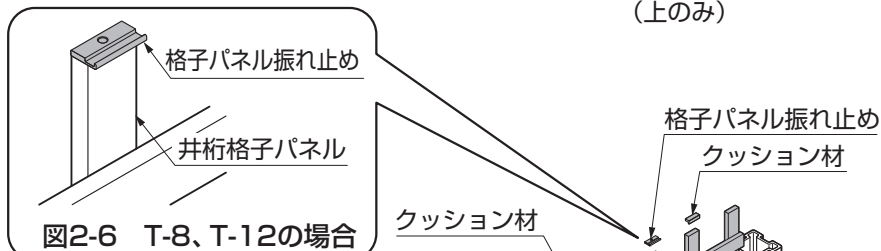
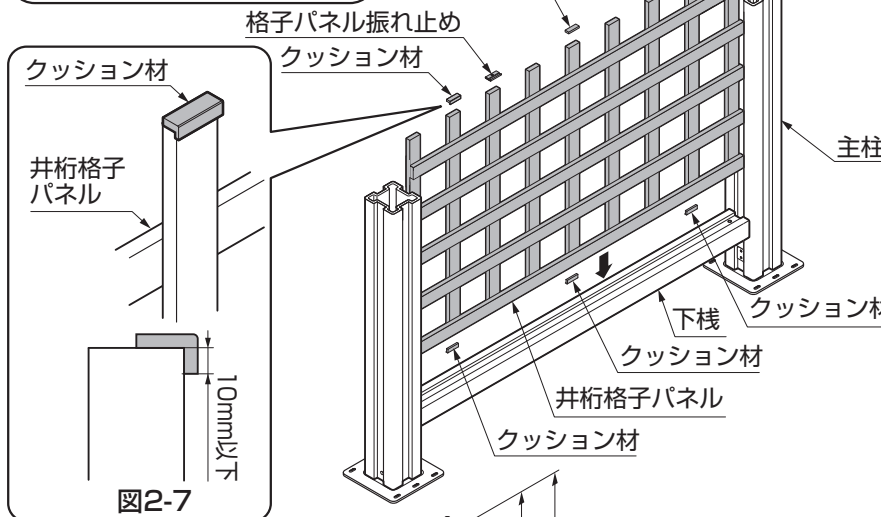

図2-6 T-8、T-12の場合
図2-7
- クッション材を貼り付ける際、外側に折り曲げてください。(図2-7参照)
①主柱と下棧の溝に、井桁格子パネルを挿入してください。
②T-8、T-12の場合、井桁格子パネル上部のみに、格子パネル振れ止めを取付けてください。(図2-6参照)